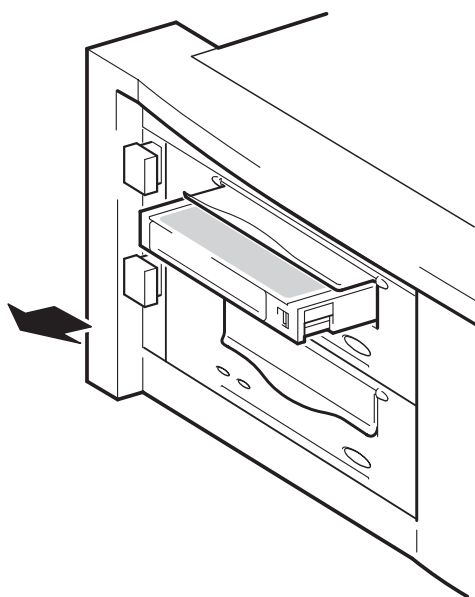

Figura 6b: descarregar um cartucho
- 1 Pressione o botão de ejetar no painel frontal. (Veja a figura 6b.)